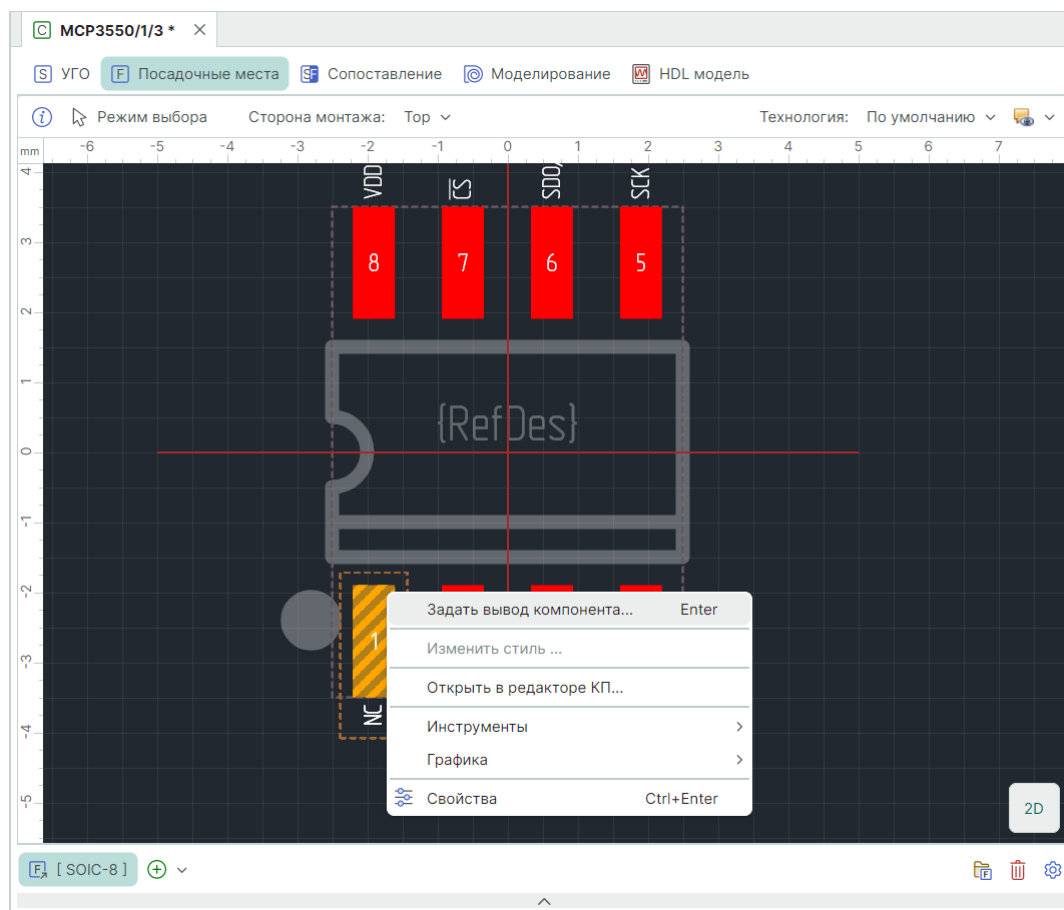

Рис. 289 Сопоставление КП через контекстное меню
2. В контекстном меню выберите «Задать вывод компонента», см. Рис. 289.